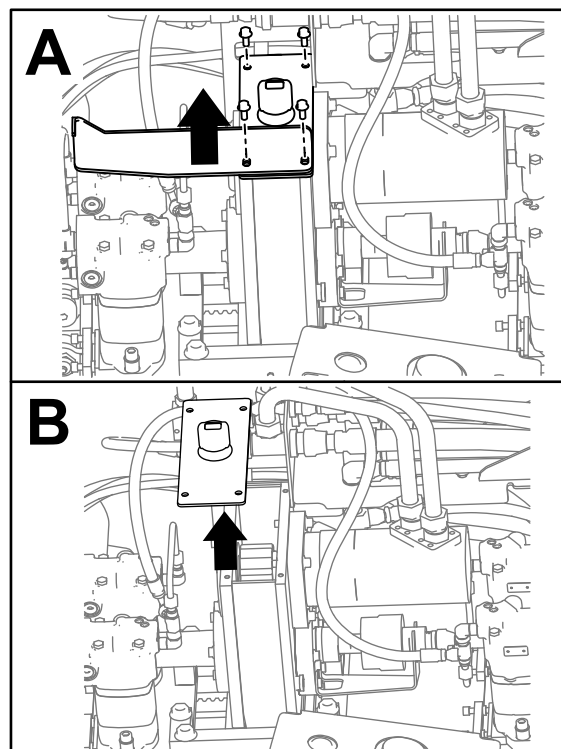

Рисунок 97
3. Отверните 4 болта на защитной пластине и редукторе (вид А на Рисунок 97).
4. Снимите защитную пластину (вид А на Рисунок 97).
5. Снимите крышку на редукторе и откачайте масло ручным насосом (вид В на Рисунок 97).
9. Установите ограждение на свое место и вставьте два болта (вид А на Рисунок 97).
10. Вставьте два других болта, которые крепят крышку на редукторе (вид А на Рисунок 97).